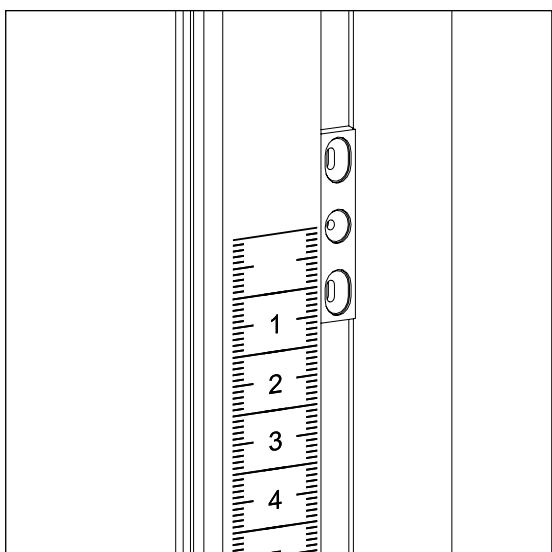
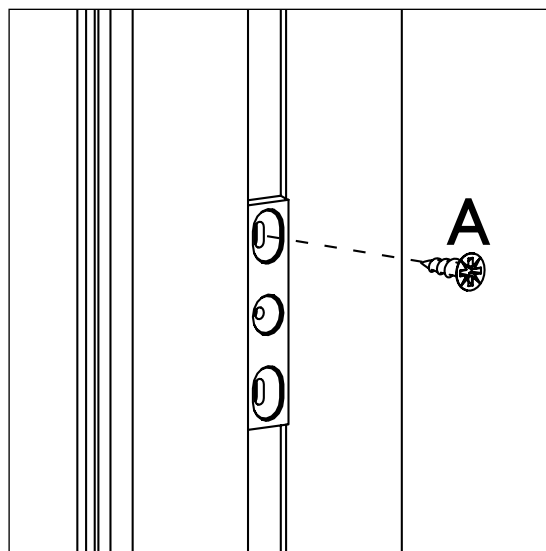

РИС. 15
РИС. 16
Установите монтажные планки SPC-03 Рис.15 в левом и правом основном профиле SPC-08 на необходимой высоте и закрепите их саморезами (A) 3x9 в верхнее отверстие Рис. 16.